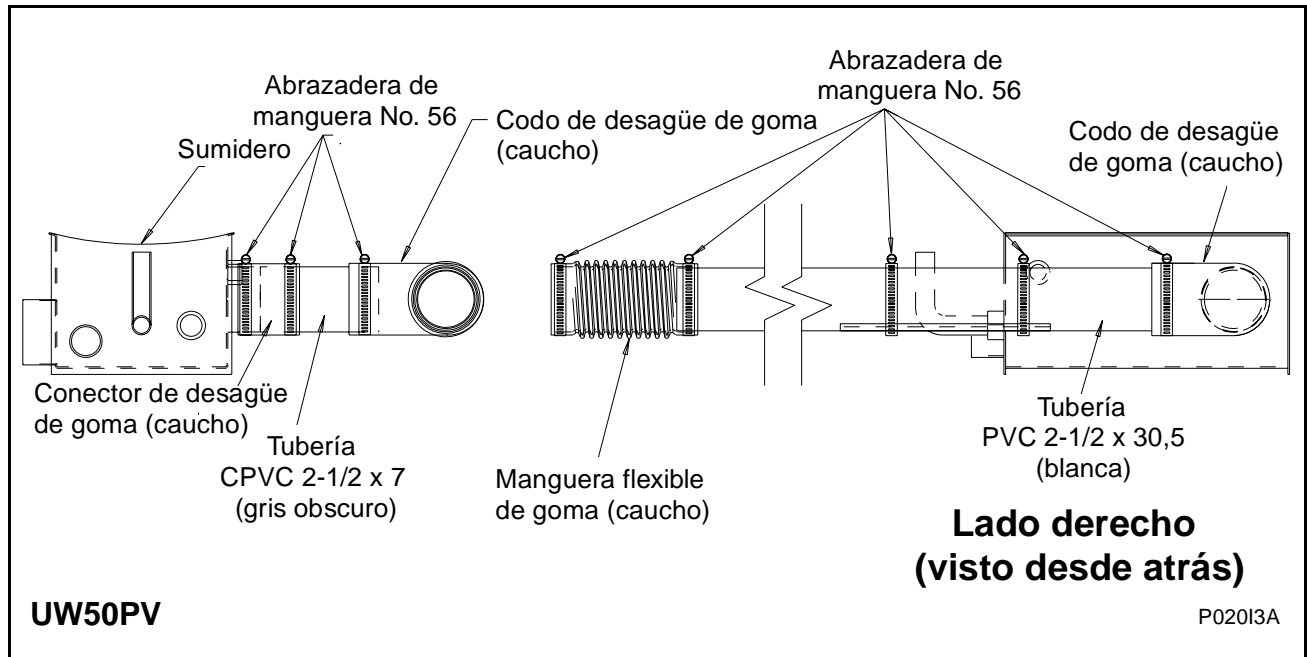

Figura 14
- Construya el desagüe derecho como se indica en su estado final en la Figura 14.